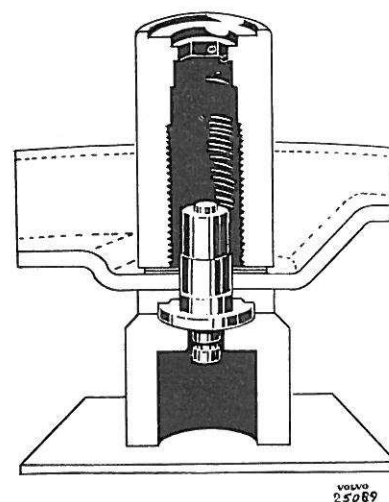

Fig. 23. Mise en place des rondelles.
2. Retournez la douille et posez dessus un boulon neuf. Adaptez sur le boulon la came de réglage (4), le plateau-support de frein (1), la rondelle sous-jacente (3) et la rondelle élastique (2) à denture intérieure. Enfoncez les rondelles à l'aide de l'outil à refouler, voir Fig. 23.